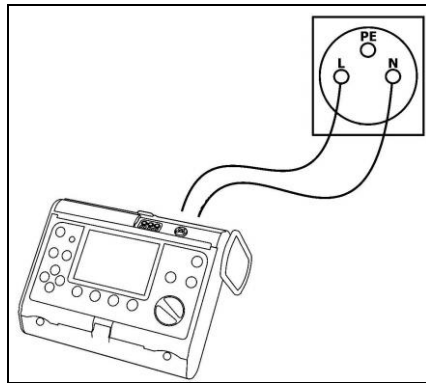

Fig.5. Conexión del medidor.
- conectar el medidor con los cables a la toma de corriente del tablero según la Fig. 5,